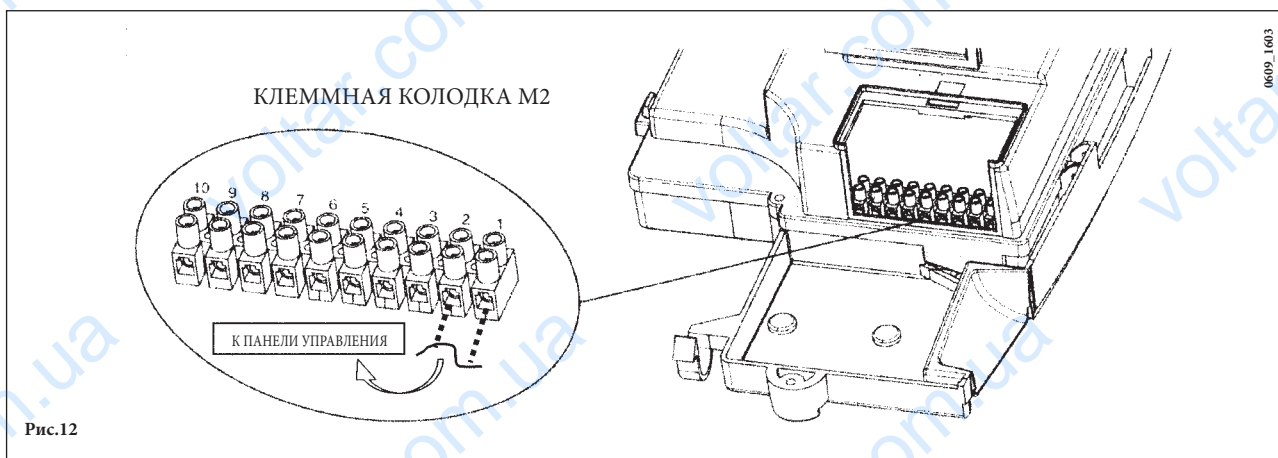

Рис.12
2. открыть доступ к клеммной колодке M2, как показано на рис.12;